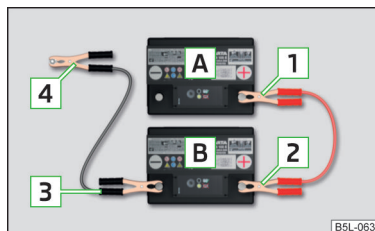

Fig. 187
- › Sæt klemmen **1** fast på pluspolen på det afladete batteri **A** » Fig. 187.